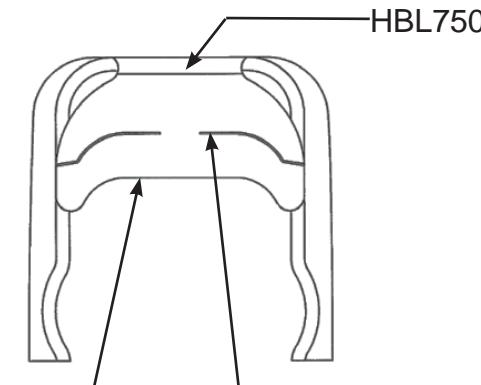

Fig. 1
- Remove tab from fitting cover for HBL700 or HBL750 raceway as required. See Fig. 1 and 2.
- Retirer la patte du couvercle des canalisations HBL700 ou HBL750 au besoin. Consulter les Fig. 1 et 2.
- Retirar la lengüeta de la tapa de las canaletas HBL700 o HBL750 si se requiere. Ver las Fig. 1 y 2.
C) Remove tab from fitting cover for HBL700 or HBL750 raceway as required. See Fig. 1 and 2.
C) Retirer la patte du couvercle des canalisations HBL700 ou HBL750 au besoin. Consulter les Fig. 1 et 2.
C) Retirar la lengüeta de la tapa de las canaletas HBL700 o HBL750 si se requiere. Ver las Fig. 1 y 2.